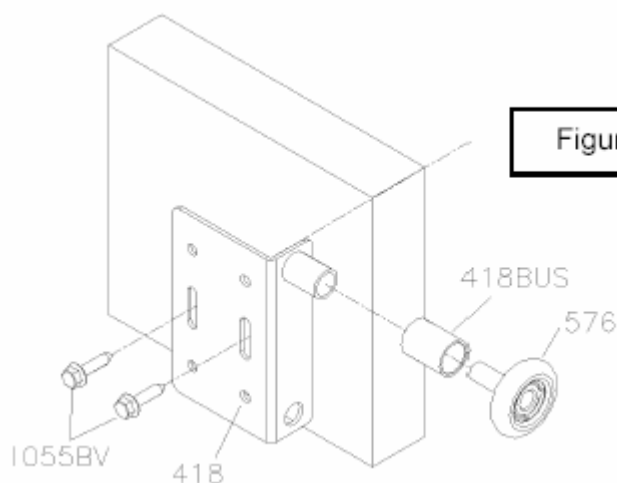

Figure 19
22. Glissez la boîte en plastique (418BUS) sur la boîte du support de galet haut (418/-W). Glissez ensuite l'axe du galet (576) dans la boîte du support de galet haut. (Figure 19).